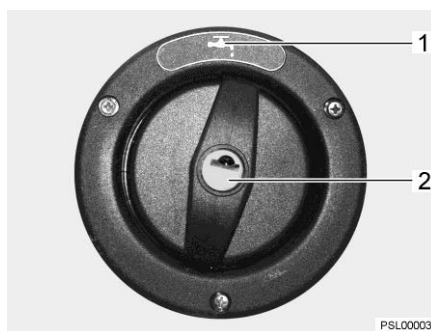
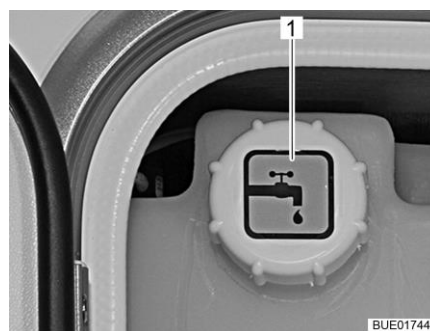

Fig. 267 Bec de remplissage d'eau potable dans la paroi latérale du véhicule
Fig. 268 Bec de remplissage d'eau potable dans l'unité de service (alternative)
Le bec de remplissage d'eau potable est désigné par le symbole  (Fig. 267,1 ou Fig. 268,1), il est monté ou bien dans la paroi latérale du véhicule ou dans l'unité de service.
- Insérer la clé dans le barillet (Fig. 267,2) et la tourner d'un quart de tour dans le sens inverse des aiguilles d'une montre.